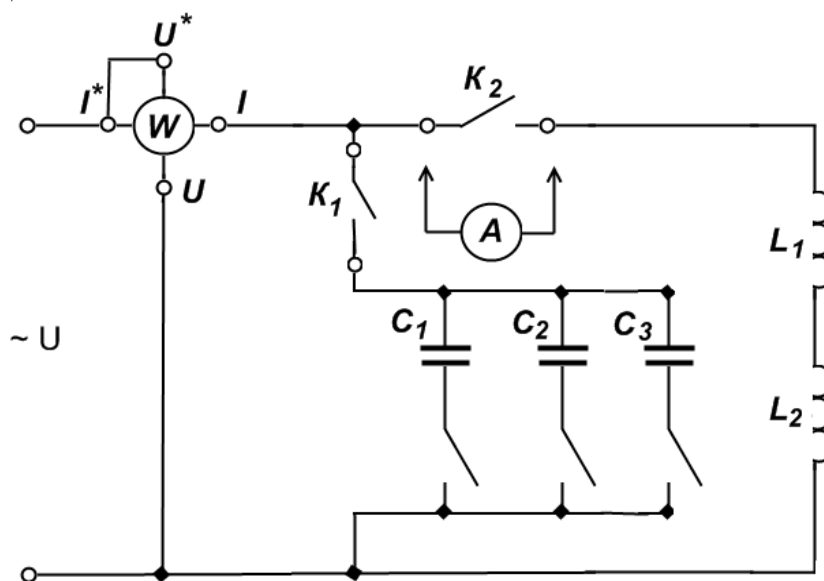

Рис. 1. Схема для исследования параллельной цепи переменного тока, содержащей индуктивность и ёмкость
2. Собрать электрическую цепь (рис.1.) с индуктивными катушками  $L_1$  и  $L_2$  в одной ветви, в другой ветви конденсаторную батарею  $C_1C_2C_3$  и измерительный комплект. Установить ручку ЛАТРа в положение, обеспечивающее нулевое напряжение на зажимах электрической цепи.